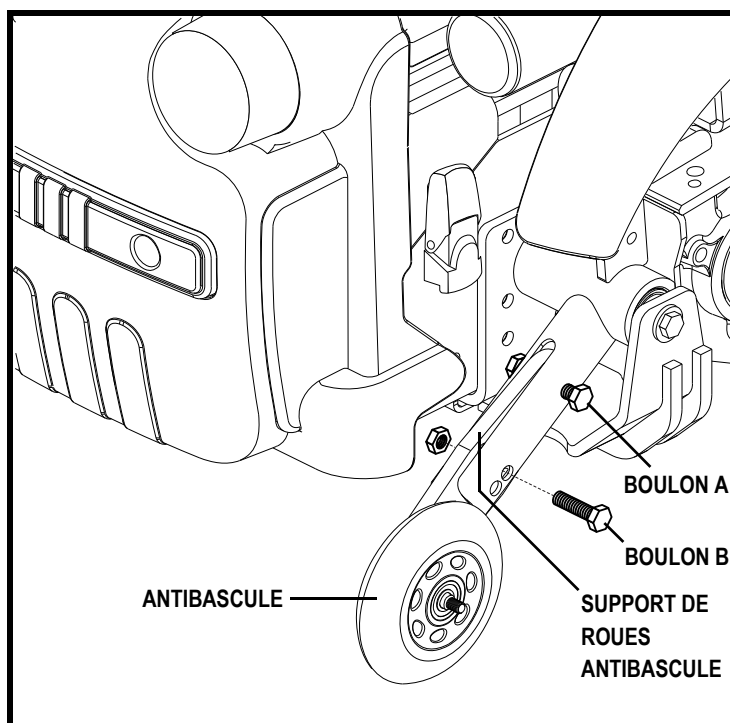

Figure 21. Roues antibascule
1. Desserrez le boulon «A». Voir la figure 21.
3. Élevez ou abaissez la roue antibascule par incrément de 1.27 cm (0.5 po) ou 2.5 cm (1 po) en alignant les trous de réglage approprié. Voir la figure 21.